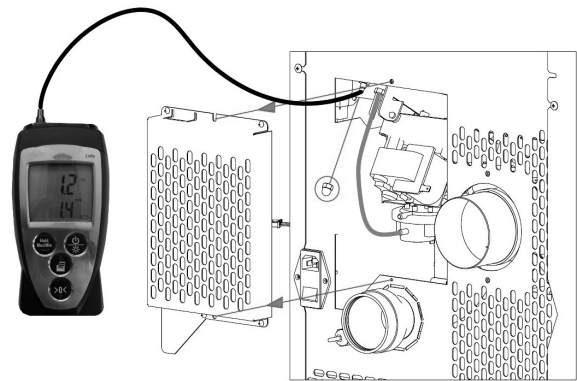

Fig. 76 - Anschluss des Digitaldruckwächters
- Inspektionsabdeckung "C" auf der Rückseite des Ofens abbauen (siehe **Fig. 76**).